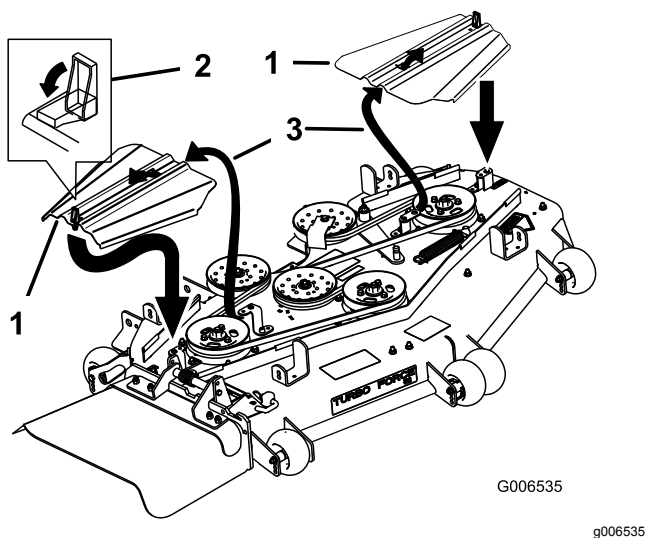

Figura 73
12. Instale las cubiertas de las correas deslizando la cubierta sobre la pestaña, instale los pernos y cierre los enganches (Figura 73).